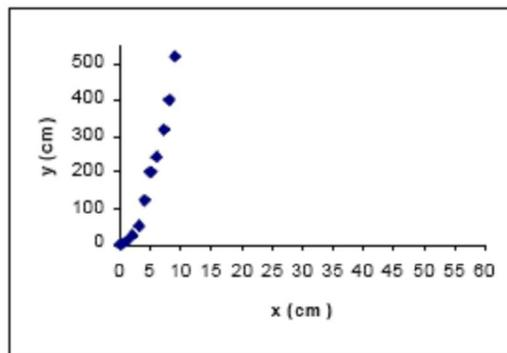

Figura 1. Gráfico muy agrupado
- ✓ Muy agrupados, como se observa en la **Figura 1**.